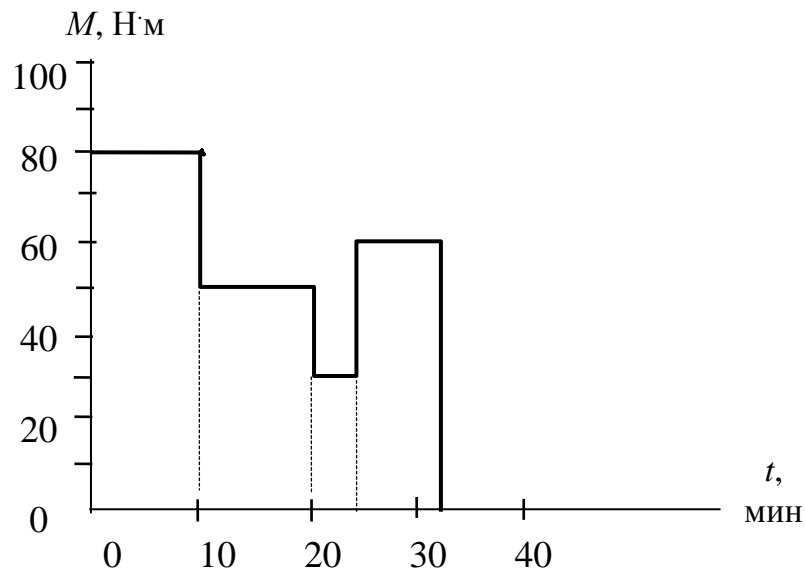

Рис. 7.1
2. Строим нагрузочную диаграмму (рис. 7.1).